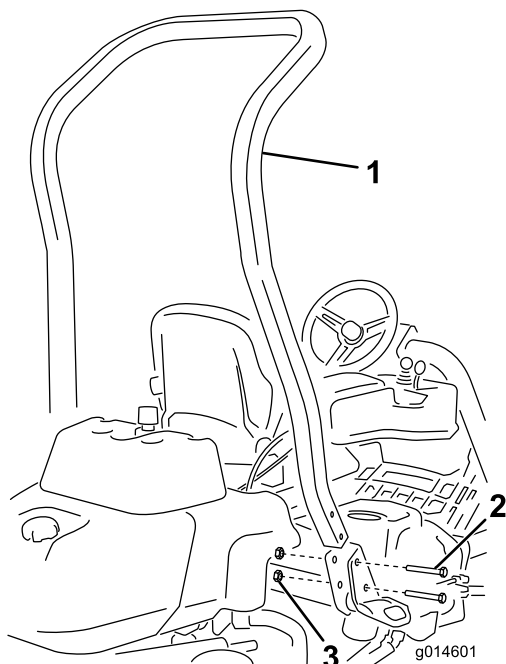

Figura 3
3. Fissate il roll bar negli incastri su ogni lato della macchina con 4 bulloni (1/2 x 3-3/4 poll.) e 4 dadi flangiati (1/2 poll.) (Figura 3).